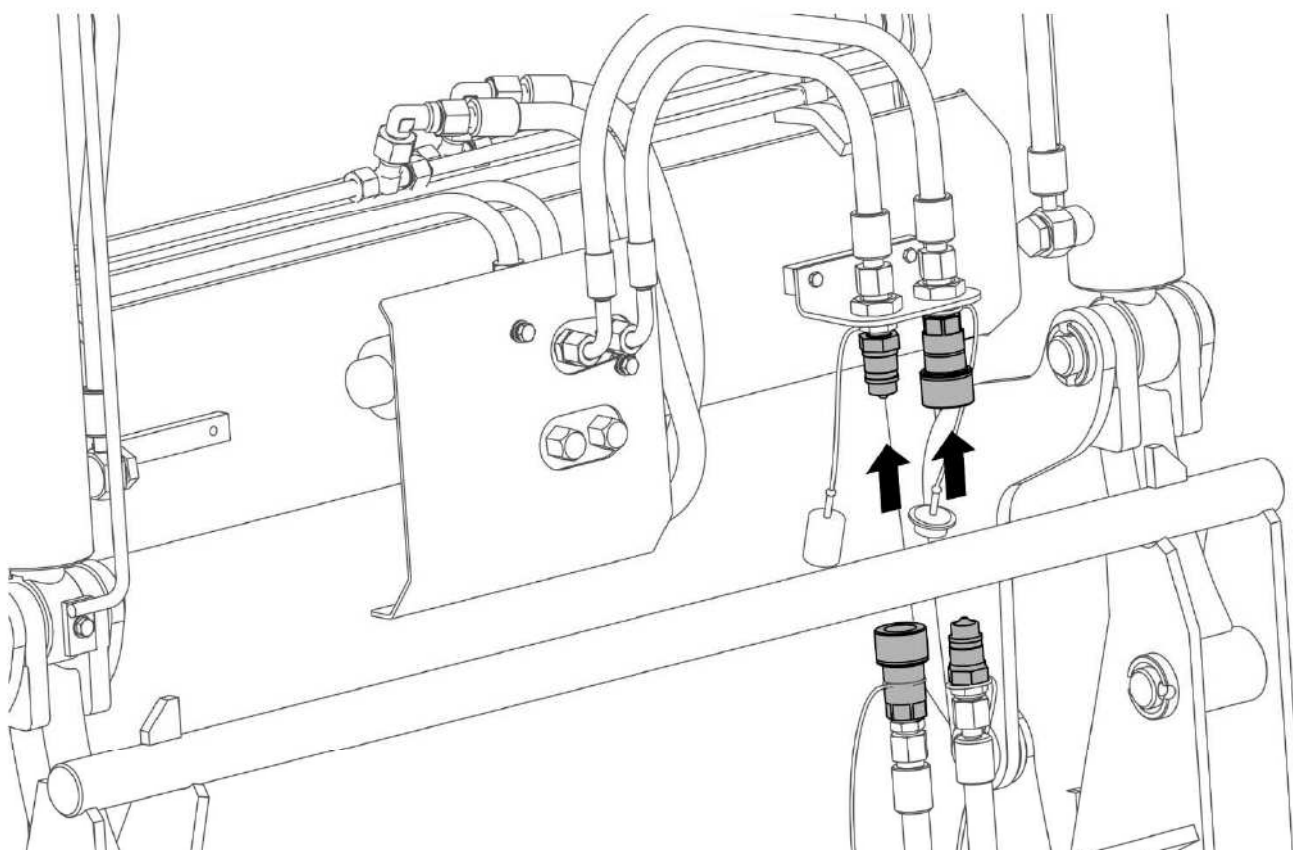

РИСУНОК 4.24 Присоединение гидравлической системы рабочего органа
- с помощью быстроразъемных соединений подсоединить рабочий орган (РИСУНОК 4.24) к гидравлической системе погрузчика;